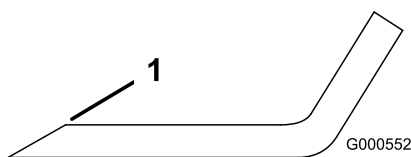

Рисунок 68
1. Заточите напильником режущую кромку на обоих концах ножа (Рисунок 68).
Примечание: Если нож не сбалансирован, удалите некоторое количество металла только с конца области загиба (Рисунок 68).